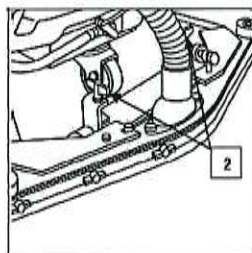

Рис.5
3. Отрегулируйте положение насадки вращением барашков (поз.2 на рис.5). Вращение по часовой стрелке приближает насадку к полу, против часовой стрелки – удаляет от пола. Проследите, чтобы резиновые лезвия были параллельны полу.